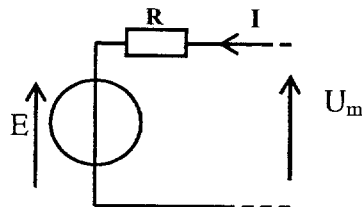

figure 6
4.1. Le schéma équivalent du circuit de l'induit est représenté ci-dessous, figure 6.